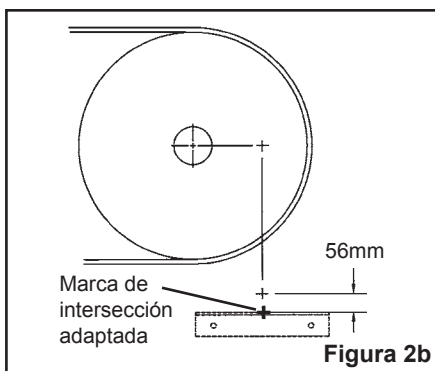

Figura 2b
PASO 4. Ubique la posición del soporte de montaje (posición horizontal). Para ubicar la posición del soporte de montaje del limpiador, agregue 56mm a la marca de intersección (Figura 2b). Esta marca indica el centro de la cara superior del soporte de montaje.